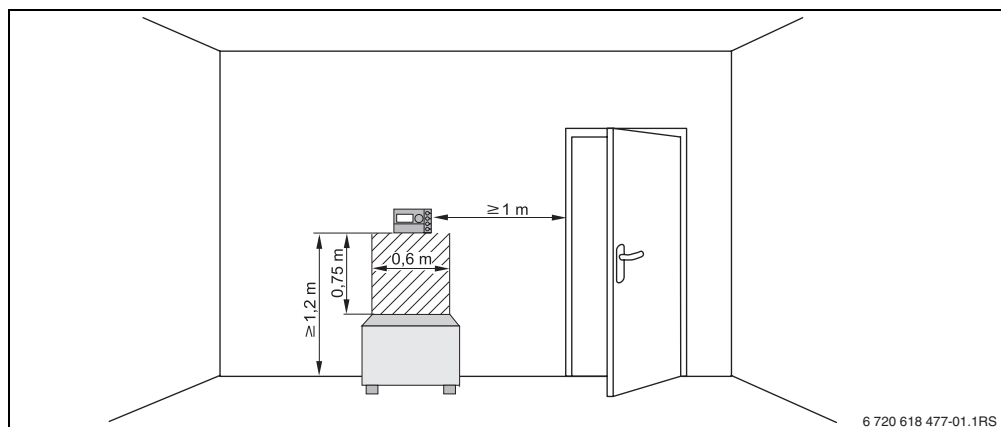

Fig. 1 Distancias de separación mínimas para el montaje en el local de referencia
- Posición de montaje en una pared interior (→ fig. 1)
- Dejar un espacio libre (→ fig. 1, zona rayada) debajo de la unidad de regulación (medición correcta de la temperatura).